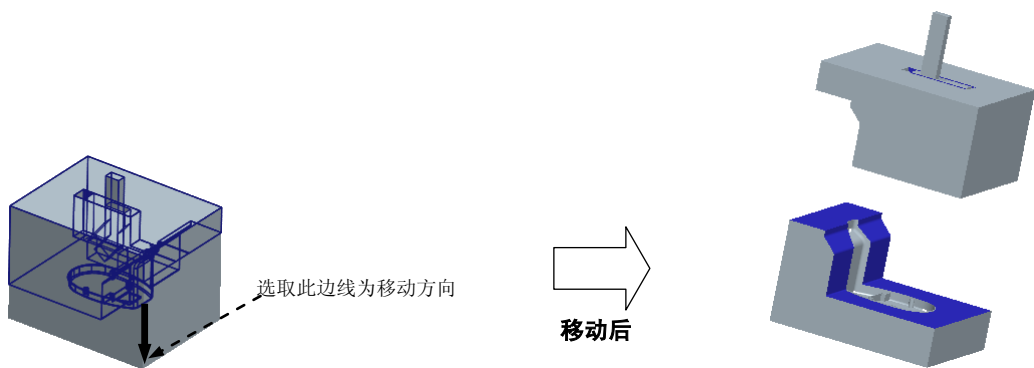

图 26.33 移动下模、弯杆和滑块
Step4. 在系统的提示下, 选取图 26.33 所示的边线为移动方向, 然后在系统的提示下输入要移动的距离值-200。
Step5. 在 **DEFINE STEP (定义步骤)** 菜单中选择 **Done (完成)** 命令, 移出后的状态如图 26.33 所示。